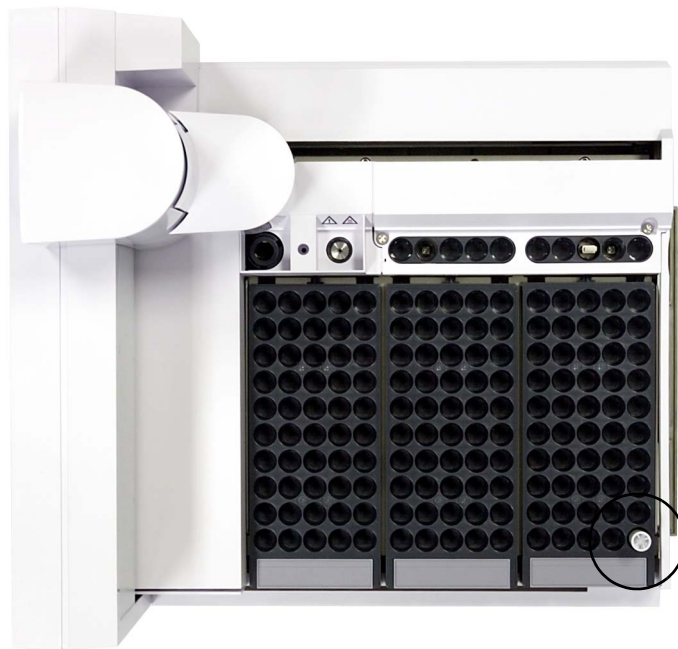

Figure 28 Position 1 du porte-échantillons
- 1 Placez le flacon d'étalonnage (G4514-40588) dans la position 1 (voir Figure 28) du porte-échantillons.